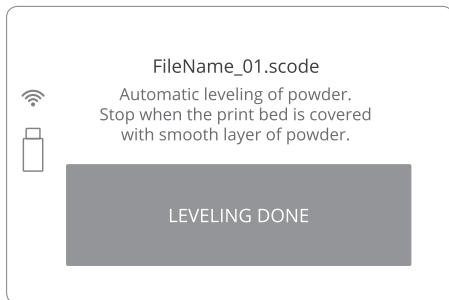
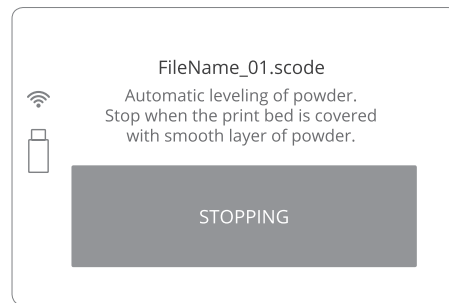

Abbildung 24. Bildschirm LEVELING DONE.
Abbildung 25. Informationsbildschirm beim Anhalten des Nivellierungsvorgangs.
17. Wenn beiden BEDs mit einer glatten Pulverschicht bedeckt sind, betätigen Sie die Schaltfläche „LEVELING DONE“ („NIVELLIEREN ABGESCHLOSSEN“) auf dem Bildschirm (Abbildung 24). Der RECOATER kehrt in seine Standardposition zurück (Abbildung 25).